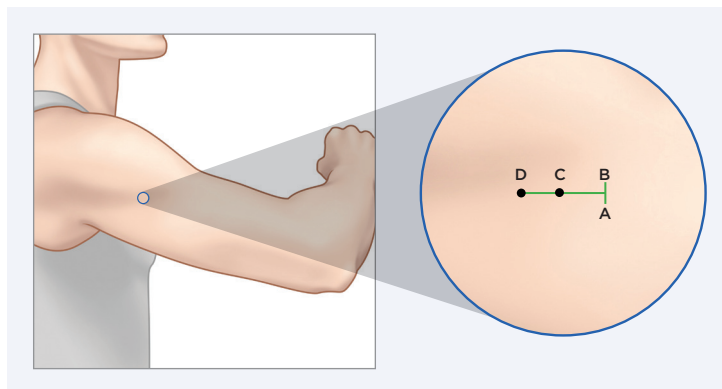

Figure 1
Un anesthésiant local (environ 2 ml de lidocaïne) doit être injecté environ sur environ 5 mm le long de l'incision prévue (AB) et à environ 30 mm perpendiculairement à l'incision prévue (CD), ce qui correspond à la trajectoire prévue pour le dissecteur à bout émoussé. (Figure 1).
Incisez du point B (Figure 1) au point A sur 5 mm environ.
2. Retirez le dissecteur à bout émoussé du plateau et introduisez-le à un angle de 45° environ sur la ligne médiane entre A et B (figures 1 et 2), de manière à ce que l'extrémité et la portion biseautée du dissecteur soient sous la peau, jusqu'à ce que les butées de contrôle de la profondeur touchent la peau.